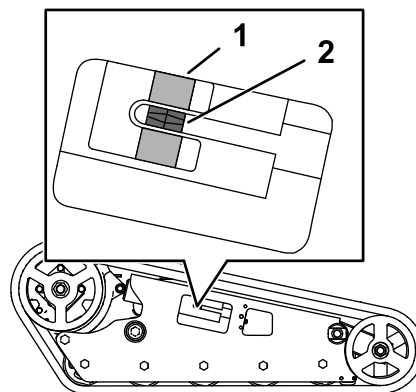

図 58
テンションブロックがデカルの緑色のガイドに整列していること、またはテンションチューブの-slotの後端から 13 mm 離れていることを確認してください 図 58。適正位置にない場合には、以下の調整を行います
4. 1/2" のドライブラチェットを使用して、テンショニングねじを左に回して、テンションブロックをデカルの緑色のガイドに整列、またはテンションチューブの-slotの後端から 13 mm の距離にセットする 図 58。